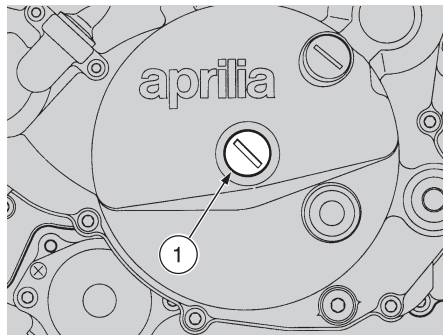

Fig. 17
- ◆ Dévisser le bouchon (1-Fig. 17) à l'aide d'un tournevis ou une monnaie.
- ◆ Visser encore le bouchon (1-Fig. 17).